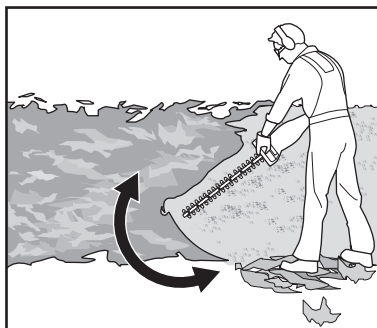

Fig. 5
3. Ține întotdeauna produsul bine cu ambele mâini de mânerul frontal (4) și de mânerul posterior (6). Nu utiliza niciodată produsul cu o singură mână.
5. Taie mai întâi pe ambele părți, de jos în sus. Astfel, resturile tăiate nu vor cădea în zona unde urmează să tai (Fig. 5).